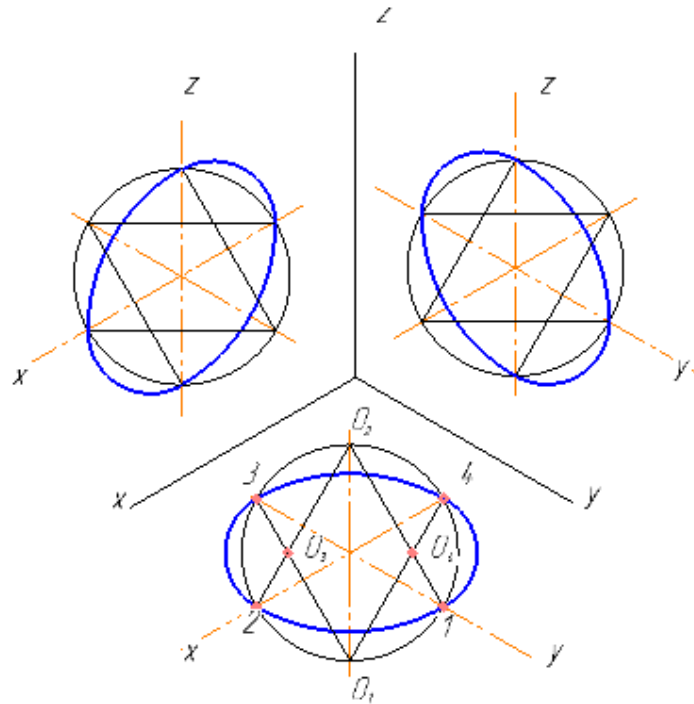

Рисунок 7 - Построение изометрии окружности
2.5 провести две малых дуги сопряжения из центров O_3 и O_4 , дуга 2,3 с центром в точке O_3 и дуга 1,4 с центром в точке O_4 , рисунок 7;